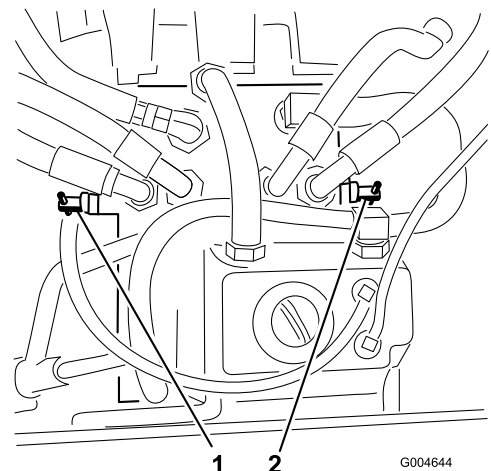

Figura 51
3. Gire **ambas** válvulas de desvío 2 vueltas en el sentido contrario a las agujas del reloj (Figura 51).
Gire cada válvula de desvío en el sentido de las agujas del reloj y apriételas a mano (par de 71 pulgadas-libra (8 N-m)) (Figura 51).